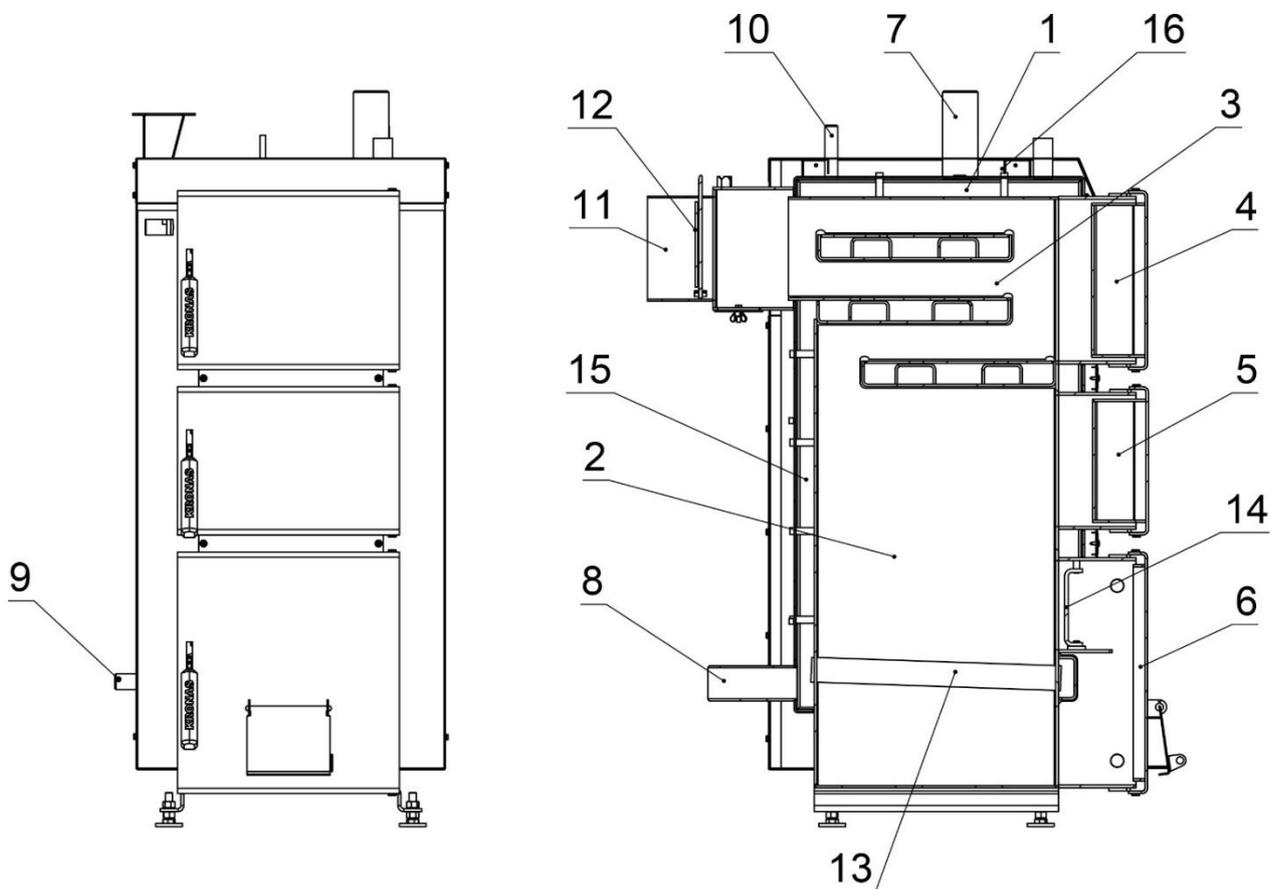

Рисунок 5.1 – Зовнішній вигляд та основні елементи котла типу КТК
Конструктивно котел являє собою збірно-зварену конструкцію, що складається з корпусу (поз. 1, рис. 5.1) з камерою згоряння (топкою) (поз. 2, рис. 5.1). Над топкою розташована конвекційна частина котла (поз. 3, рис. 5.1), що являє собою високоефективний триходовий теплообмінник.
Корпус котла виконаний в формі паралелепіпеду з подвійними стінками, які розділені водними перегородками (поз. 15, рис. 5.1). На зовнішній поверхні корпусу під декоративною обшивкою закріплена теплова ізоляція. (поз. 16, рис. 5.1). Паливо для процесу спалення завантажується на колосникові ґрати (поз. 13, рис. 5.1) крізь завантажувальні дверцята (поз. 5, рис. 5.1). Колосникові ґрати виконані з товстостінних безшовних труб по яких постійно циркулює вода з водяної оболонки котла, що унеможлиблює їх прогорання. Згоряння палива в топці відбувається за участю повітря, яке постачається під колосникові ґрати припливним вентилятором. Кількість повітря, необхідного для процесу згоряння, регулюється автоматично блоком автоматики управління.
Підведення і відведення теплоносія здійснюється відповідно через патрубки зворотної мережної води (поз. 8, рис. 5.1) і прямої мережної води (поз. 7, рис. 5.1).
Топочні гази виходять у димохід крізь боров (поз. 11, рис. 5.1), розташований у задній частині котла. Боров обладнано вбудованим дросельним клапаном продуктів згоряння – шибером (поз. 12, рис. 5.1). У випадку надто високої тяги у димоході шибер дає можливість її знизити шляхом часткового перекиривання вихідного отвору борова.
У верхній частині корпусу котла розташований штуцер для встановлення групи безпеки котла (поз. 10, рис. 5.1).
На бічній стінці корпусу у нижній її частині розміщено штуцер для зливу води з котла (поз. 9, рис. 5.1).
- дверцята для періодичного обслуговування (чищення) конвекційної частини котла (поз. 4, рис. 5.1);
- ревізійний дверцята (поз. 6, рис. 5.1) для періодичного чищення колосникових ґрат.